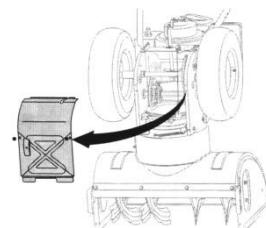

Fig. 16
- Desfaceți șuruburile ce fixează protecția. Vedi Fig. 16.